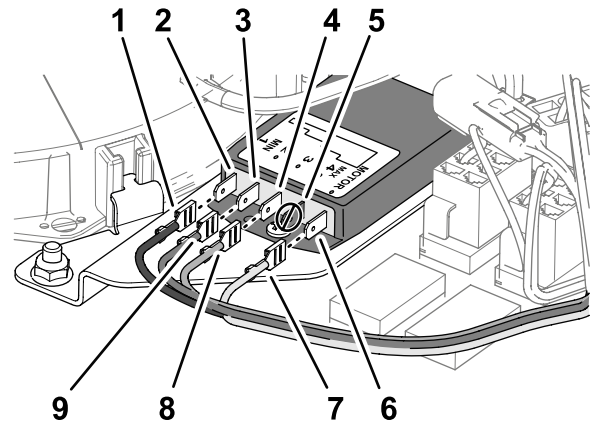

Рисунок 8
- Подсоедините гнездовые разъемы жгута проводов из комплекта к разъемам с плоскими контактами регулятора частоты вращения вентилятора (Рисунок 8), как описано в следующей таблице: